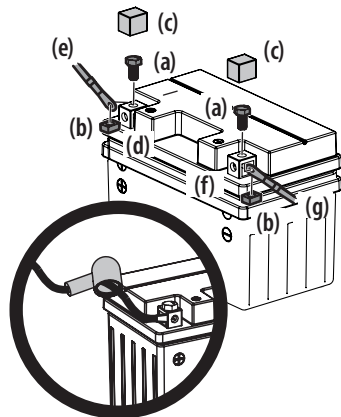

Figura 12
- Extraiga los tornillos de cabeza hexagonal (a) y las tuercas cuadradas (b) situados en el extremo del mazo de cables o en la bolsa que acompaña a este manual. Guarde las piezas para uso posterior. Consulte la Figura 12.
- Extraiga la cubierta de plástico (c), si la hay, del borne positivo de la batería (d) y fije el cable rojo (e) al borne positivo de la batería (d) con uno de los tornillos hexagonales (a) y las tuercas cuadradas (b), del paso 1. Use un destornillador Philips. Consulte la Figura 12.
- Coloque el capuchón de caucho rojo por encima del borne positivo de la batería para protegerlo contra la corrosión. Consulte el recuadro de la Figura 12.
- Extraiga la cubierta de plástico (c), si la hay, del borne negativo de la batería (f) y conecte el cable negro (g) al borne negativo de la batería (f) con el tornillo hexagonal (a) y la tuerca cuadrada (b) restantes. Consulte la Figura 12.